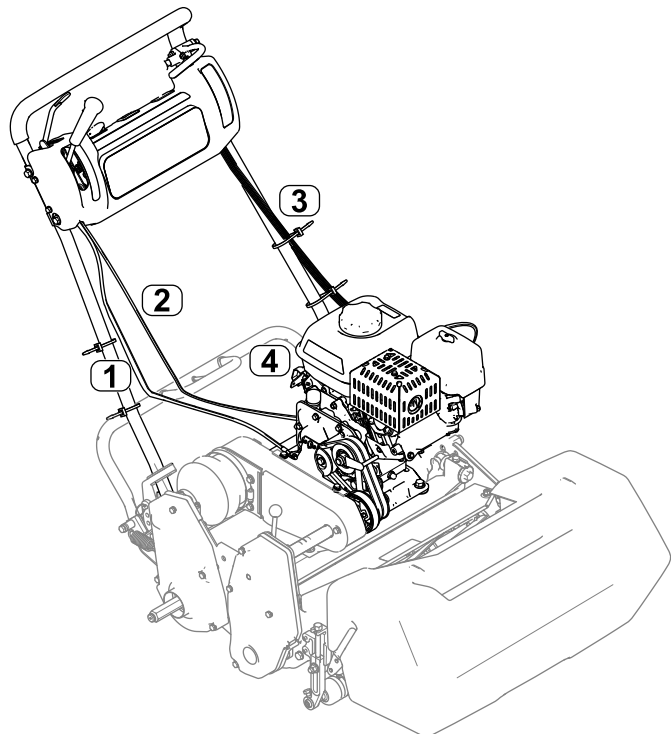

図 10
12. 機体にスロットルケーブルを取り付けるマシンのサービスマニュアルを参照 図 10。
注 スロットルケーブルの配設が図 10 のようになっているか点検する。エンジン左側、エアクリーナカバーと燃料タンクとの間にケーブルを通す。
19. ワイヤハーネスをインタロックモジュールに取り付け、ハーネスをハンドルの左側まで配線する 図 10。